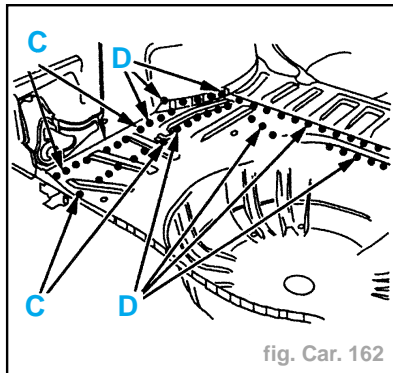

fig. Car. 162
- Souder par points électriques (suivant **C**) (avec l'équipement CA1) (fig. Car. 162).